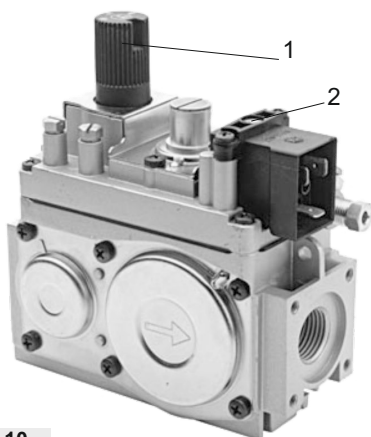

Рис. 10.
6.13. Заполните систему отопления чистой водой с жесткостью не более 0,7 мг-экв/л и $\text{pH} = 7^{\text{го}}$. При заполнении системы жесткой водой с pH больше 7 значительно увеличивается отложение накипи на стенках котла и системы отопления, вследствие чего уменьшается эффективность котла и увеличивается расход газа! Расширительный бак размещается в высшей точке системы. Контроль заполнения системы водой осуществляйте по переливному патрубку, (рис.10). Объем бака должен быть не менее 8 % от объема отопительной системы.
7.4.3. Розжиг запальной горелки: нажмите и проверните круглую ручку управления поз.1 рис.10 до положения (★).